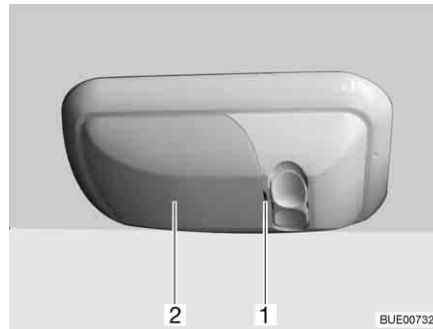

Fig. 273 Lampada del garage
- Sollevare e rimuovere con precauzione la copertura (Fig. 273,2) con l'ausilio di un utensile appropriato (p. es. un cacciavite) agendo sull'incisione (Fig. 273,1).